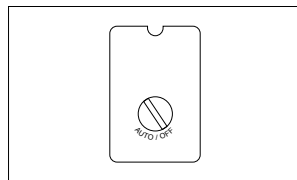

Figure 6
- Turn switch to OFF position and plug in power cord (Fig. 6).
- Turn switch to AUTO position to run unit (Fig. 6).
- Coloque el presostato en "off" y conecte el cordón eléctrico al tomacorrientes (Fig. 6).
- Coloque el presostato en "auto" para operar la unidad (Fig. 6).